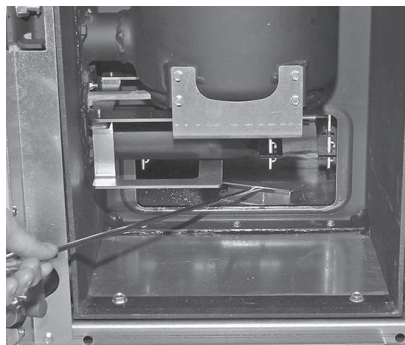

Fig. 28 Rimuovere la cenere sotto la superficie riscaldante nel recipiente per la cenere ¹
- Con il raschietto ¹ rimuovere la cenere da sotto la superficie riscaldante nel recipiente per cenere ¹ – Fig. 28.